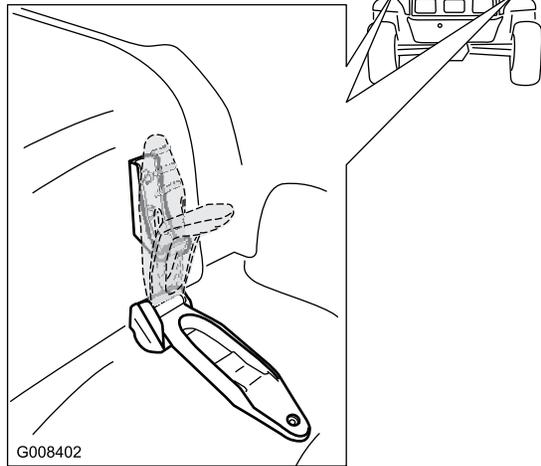

Bild 25
1. Lösen Sie zum Öffnen der Motorhaube die Motorhaubenriegel an beiden Seiten der Motorhaube (Bild 25).